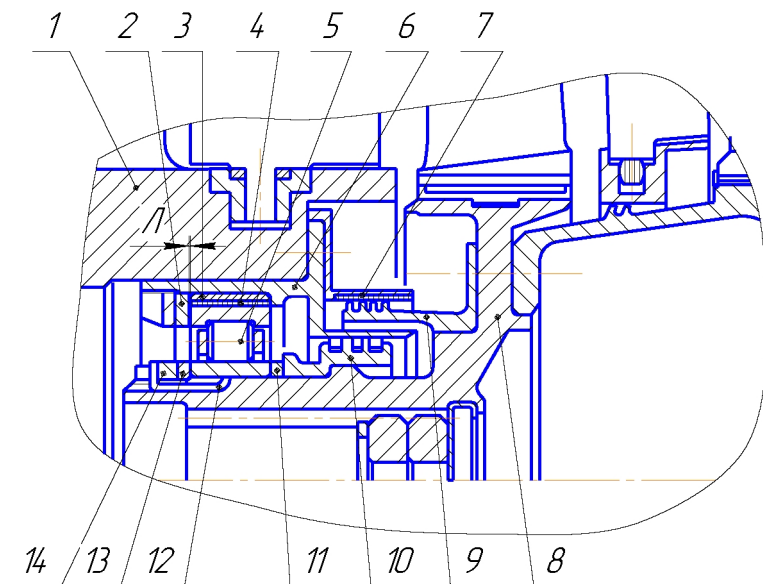

Рис. 3. Передняя опора компрессора 1-орпус опоры;
Передняя опора ротора компрессора (рис. 3)
зазора L (см. рис. 3) достигается подбором регулировочного кольца 2. Взаимное положение торцев внутреннего и наружного кольца роликоподшипника регулируется кольцом 11.
7. Смещение торца внутреннего кольца роликоподшипника относительно: торца наружного кольца не более 0,3 мм. Обеспечить подбором кольца 11 (см. рис. 3).
8. Осевой зазор L (см. рис. 3) – 0,1-0,2 мм. Обеспечить подбором кольца 2.